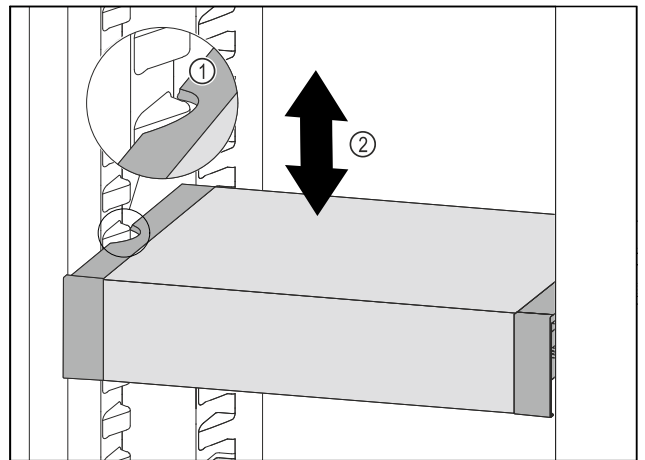

Fig. 125
- VarioSafe nach vorne ziehen, bis sich die seitlichen Aussparungen des VarioSafes auf Höhe der Behälterrippe im Kühlteil befinden. Fig. 125 (1)
- VarioSafe im Kühlteil nach oben oder unten bewegen, bis gewünschte Höhe erreicht ist. Fig. 125 (2)